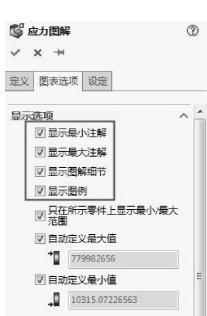

图 9-79 设置【图表选项】
- 03 更改图解。右击【应力 1】图标，在弹出的快捷菜单中选择【应力图解】命令，弹出【应力图解】属性面板。在【图表选项】选项卡下勾选部分复选框，单击【确定】按钮 $\checkmark$ ，完成操作，如图 9-79 所示。